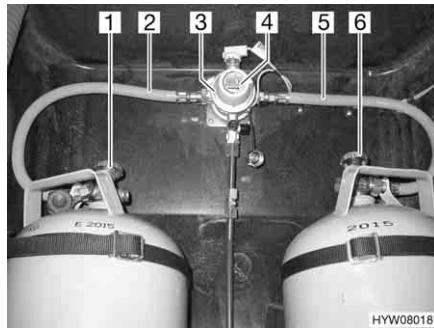
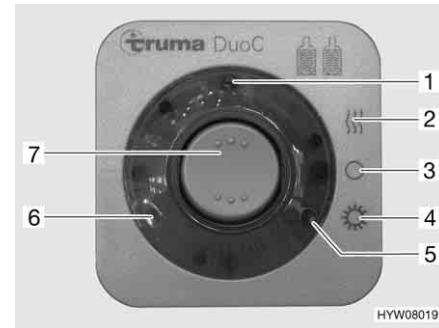

Fig. 84 Impianto di commutazione DuoControl
Fig. 85 Centralina di controllo
L'impianto di commutazione DuoControl è costituito da una valvola di commutazione (Fig. 84,3) e da una centralina di controllo (Fig. 85). La valvola di commutazione è installata tra i tubi del gas (Fig. 84,2 e 5). Con la manopola (Fig. 84,4) sulla valvola di commutazione è possibile stabilire, quale delle bombole del gas viene utilizzata come bombola in uso e quale bombola del gas viene utilizzata come bombola di riserva.
Sulla centralina di controllo (Fig. 85) possono venire azionate solo le funzioni elettriche. Le valvole principali di arresto delle bombole del gas (Fig. 84,1 e 6) devono essere aperti manualmente.
La valvola di commutazione garantisce una pressione del gas costante, indipendentemente da quale bombola provenga l'alimentazione del gas. Le due spie di controllo sulla centralina di controllo indicano il livello di riempimento della bombola in uso. Se è accesa la spia di controllo verde (Fig. 85,6), la bombola in uso è piena. Se è accesa la spia di controllo rossa (Fig. 85,5), la bombola in uso è vuota. Il rifornimento di gas avviene poi tramite la bombola di riserva.
- Aprire le valvole principali di arresto delle bombole del gas (Fig. 84,1 e 6).
- Con la manopola (Fig. 84,4) sulla valvola di commutazione (Fig. 84,3) selezionare la bombola del gas, da cui proviene la principale alimentazione del gas (bombola in uso). Girare la manopola fino all'arresto.
- Sulla centralina di controllo (Fig. 85) attivare l'impianto di commutazione DuoControl. Posizionare l'interruttore a bilico (Fig. 85,7) su funzionamento invernale "On e riscaldamento" (Fig. 85,2) oppure su funzionamento estivo "On" (Fig. 85,4). La valvola di commutazione è ora disareata. La spia di controllo gialla (Fig. 85,1) è accesa, se si seleziona la modalità di funzionamento invernale e l'impianto antighiaccio con regolatore è attivato.
- Portare l'interruttore a bilico (Fig. 85,7) in posizione "O" (Fig. 85,3). La spia gialla di controllo (Fig. 85,1) si spegne.
- Chiudere le valvole principali di arresto delle bombole del gas (Fig. 84,1 e 6).
Le spie di controllo sulla centralina di controllo (Fig. 85,5 e 6) segnalano all'interno del veicolo, se la bombola in uso è pronta al funzionamento.
Se la spia di controllo verde (Fig. 85,6) si spegne durante il funzionamento e la spia di controllo rossa (Fig. 85,5) si accende, significa che la bombola del gas selezionata come bombola in uso è vuota e deve essere sostituita. La bombola di riserva continua ad alimentare le utenze a gas.